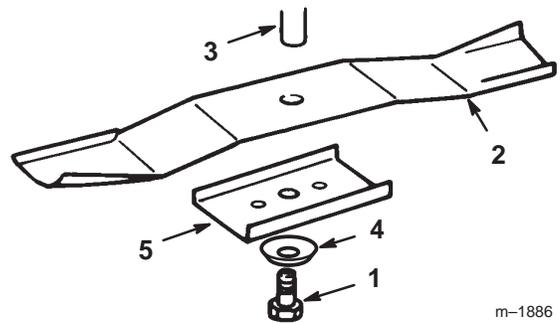

Figure 35
3. Enlevez le boulon (clé de 5/8"), la rondelle bombée, le porte-lame et la lame (Fig. 35). Pour enlever le boulon, bloquez éventuellement la lame en introduisant une cale en bois entre la lame et le carter de tondeuse.
1. Montez la lame, le porte-lame, la rondelle bombée (face concave vers la lame) et le boulon de lame (Fig. 35).